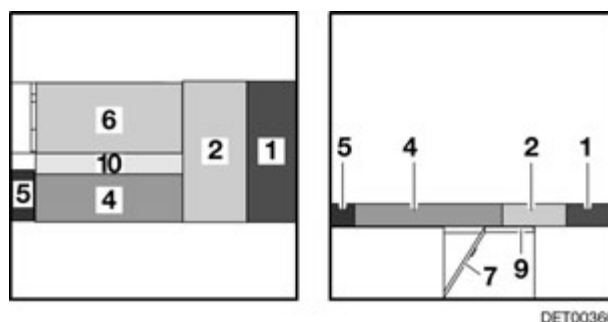

Fig. 106 Después de la transformación
- Tirar el cojín del asiento (Fig. 106,6) hacia adelante sobre la mesa.
- Llevar el cojín del respaldo (Fig. 106,4) a la posición horizontal y tirarlo hacia el centro.
- Colocar el cojín adicional (Fig. 106,10) entre el cojín del respaldo y el del asiento.
- Tirar del cojín del asiento (Fig. 106,2) hacia el centro.
- Colocar el cojín del respaldo (Fig. 106,1) entre el cojín del asiento y la pared.